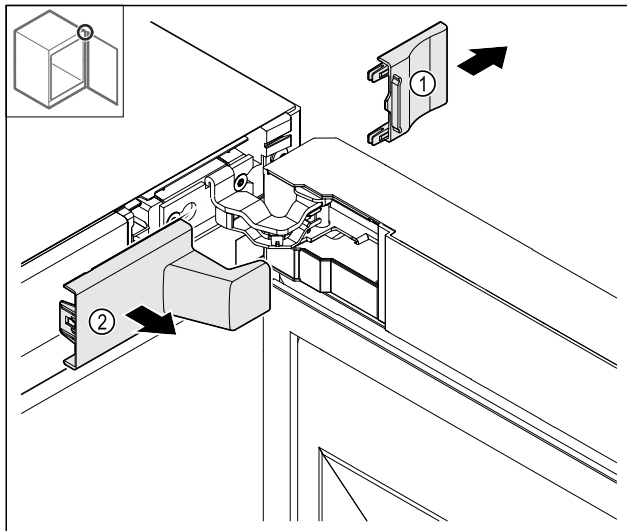

Fig. 8
- ▶ Vegye le a fedelet Fig. 8 (1), majd a fedelet Fig. 8 (2).